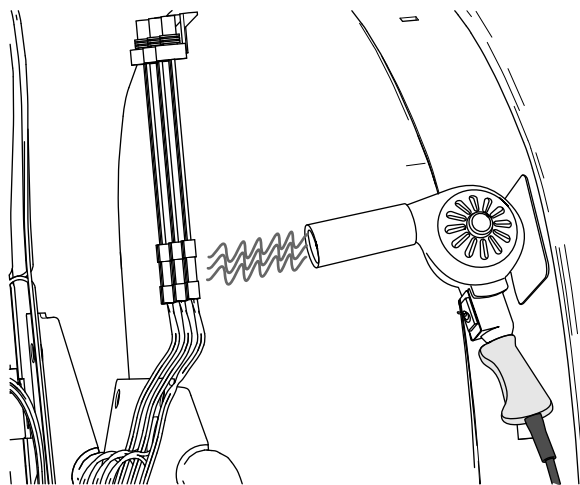

Figura 36
- Utilice una pistola de calor para retraer los manguitos aislantes sobre los 3 conectores de empalme (Figura 36).